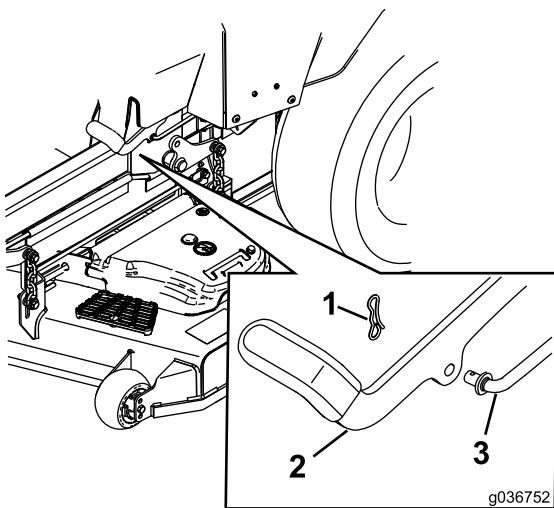

Figura 58
6. Per eventuali regolazioni, disinnestate il freno di stazionamento. Rimuovete la coppia dall'albero di collegamento del freno (Figura 58).